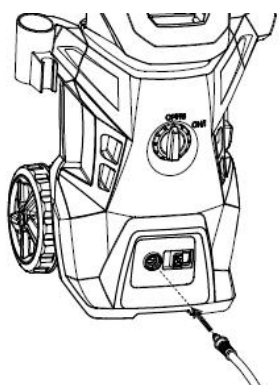

Fig.3
Fixez le tuyau haute-pression (11) à la sortie d'eau du nettoyeur haute-pression, se trouvant à l'avant de la machine (fig.3). Insérez et connectez-le rapidement pour éviter les fuites. Lorsque les pièces sont correctement assemblées, vous ne pouvez pas séparer le tuyau en tirant dessus. Appuyez sur le bouton se trouvant à côté de l'entrée, dans le sens de la flèche, puis vous retirez le tuyau haute-pression (Fig.3).